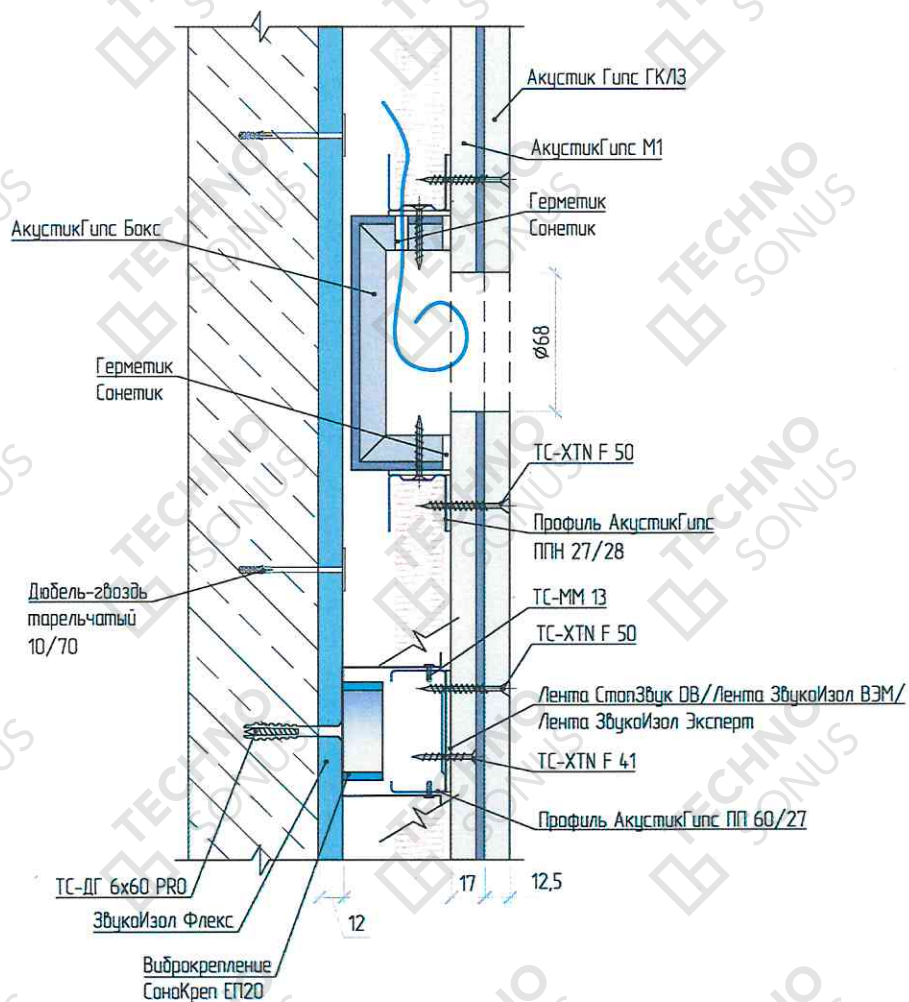

Рисунок 9 – Устройство звукоизоляции розеток в каркасной облицовке «Премиум М1».
6.10. Выполнить установку звукоизоляционных подрозетников АкустикГипс Бокс (если предусмотрена проектом именно эта модель) при помощи устройства перемычек-закладных из профиля направляющего АкустикГипс Профиль ППН 28x27 (рисунок 9). Перед установкой АкустикГипс Бокс, в коробе необходимо просверлить отверстие диаметром больше сечения провода на 5 мм. Через него заводим провод и фиксируем к закладным на саморезы ТС-ММ 4,2x13. Важно установить АкустикГипс Бокс в одну плоскость с каркасом. После установки заполняем отверстие вокруг провода виброакустическим герметиком Сонетик.